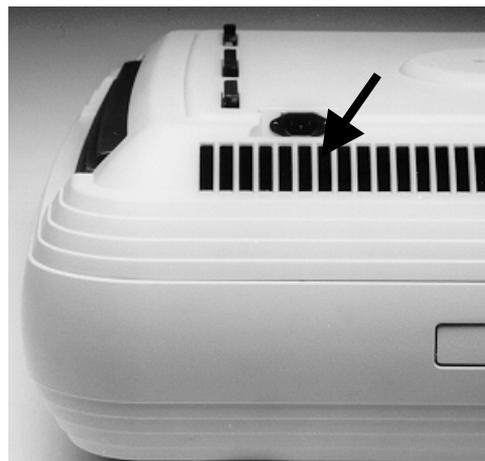

Abb. 9
**ACHTUNG! Man kann den Reiniger nur dann als ausgeschaltet betrachten, wenn der Speisestecker aus der entsprechenden Steckdose gezogen wurde. (Abb. 9).**
Der Luftreiniger ist nur an die auf dem Kennschild angegebene Spannung mit obligatorischer geerdeter Steckdose anzuschließen. Der Anschluß an das Zufuhrnetz ist von zugelassenem Personal mit den mitgelieferten richtigen Speisestecker (Abb. 9) und mit Kabel durchzuführen, dessen Querschnitt sich zur erklärten Höchstaufnahme eignet (siehe "Technische Eigenschaften"). Das Zufuhrkabel muß gegebenenfalls von technischem Fachpersonal gewechselt werden. Im allgemeinen raten wir vom Einsatz von Abgleichern, Mehrfachsteckdosen und/oder Verlängerungskabeln ab. Sollten sie unentbehrlich sein, benutze man nur den geltenden Sicherheitsvorschriften entsprechende Erzeugnisse. Das Gerät ist erst als abgeschaltet zu betrachten, wenn sein Stecker herausgezogen worden ist.
2. Speisungsstecker abziehen (Abb. 9).
2. Den Speisestecker aus der Steckdose ziehen (Abb. 9).